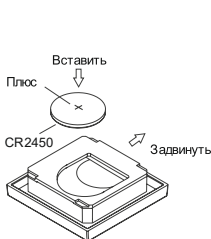

Рис. 1. Установка элемента питания.
- 3.2. Отсоедините кнопочный блок от рамки (Рис. 1). Извлеките защитную пленку из отсека с элементом питания CR2450. Если элемент не установлен, установите его, как показано на рисунке, соблюдая полярность. При замене элемента питания аккуратно сдвиньте его при помощи отвертки или другого предмета и извлеките из кнопочного блока.